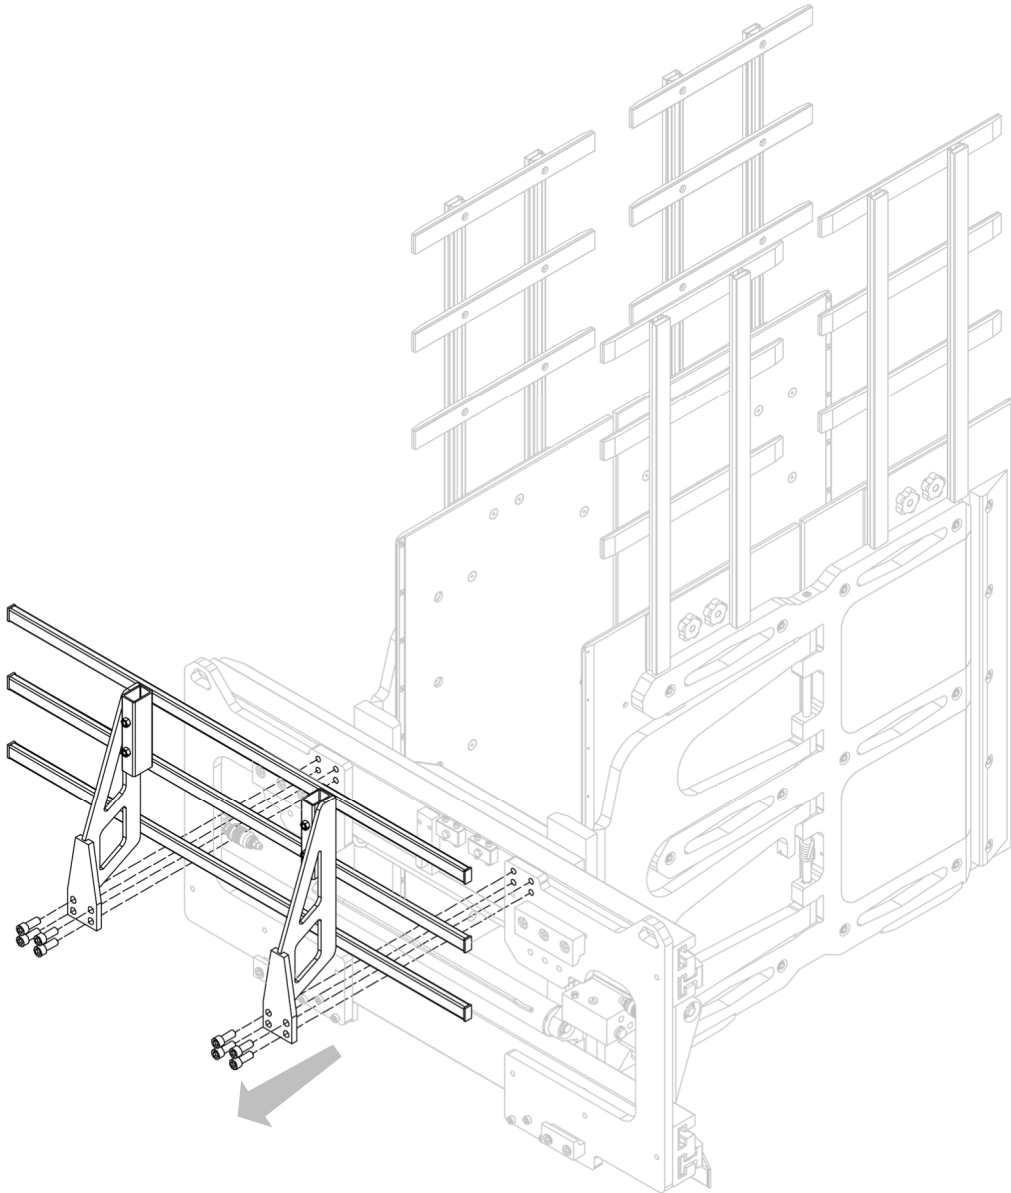

Figura 61
4. Extraer el bastidor del soporte de carga del equipo después de desenroscar los tornillos correspondientes que lo fijan (ver *Figura 61*).